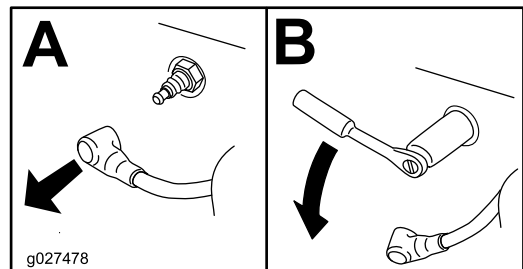

Figura 25
- Retire la bujía (Figura 25).